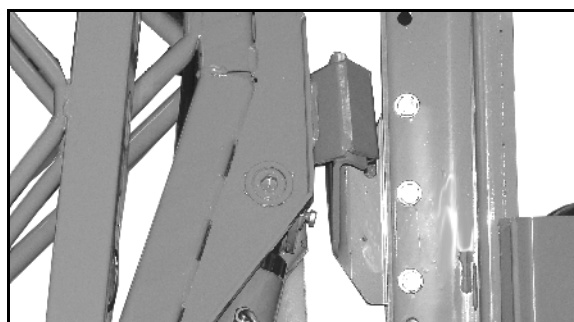

Fig. 9
- Bloqueio de transporte (Fig. 9) na armação **Super-S** contra uma articulação involuntária para fora